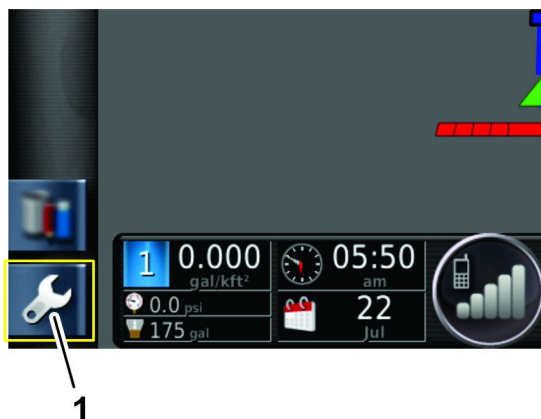

Figure 18
1. Appuyez sur l'icône de réglage sur l'écran principal (Figure 18).